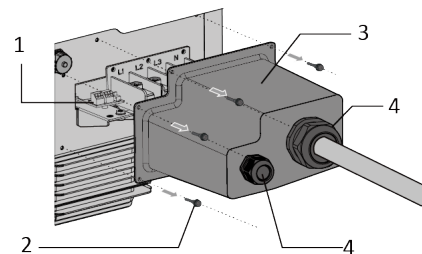

Abb. 36. Entfernen Sie die AC/COM-Kunststoffabdeckung
1. Entfernen Sie die AC/COM-Kunststoffabdeckung vom Gerät – bewahren Sie die Schrauben sicher auf (siehe Abb. 36) [ 4  1,6 Nm].